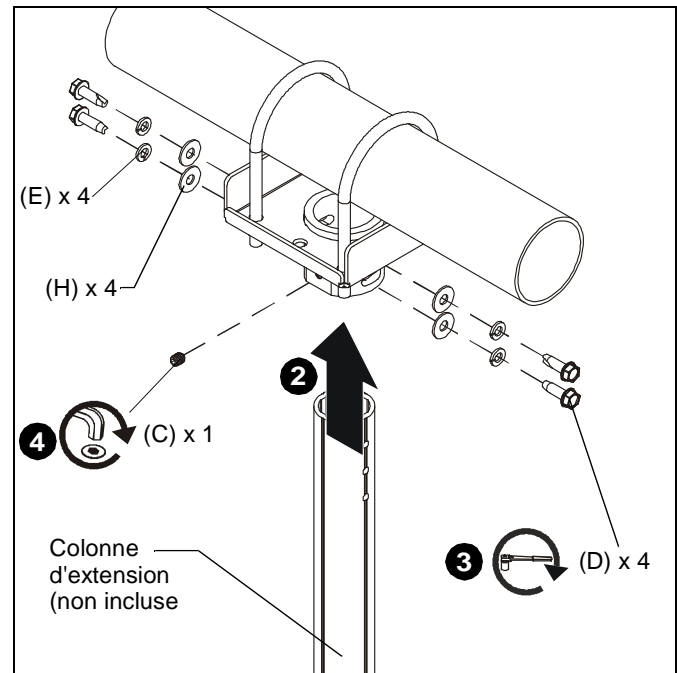

Figure 3
3. Fixez la colonne d'extension au CPA365 à l'aide de quatre vis autotaraudeuses à tête hexagonale 5/16-16 x 1" (D), quatre rondelles frein fendues 5/16" (E) et quatre rondelles plates 5/16" (H) dans les trous de la colonne d'extension. (Voir la Figure 3)
4. Installez une vis de calage de 5/16" x 1/2" (C) dans le trou fileté en serrant fermement contre la colonne. (Voir la Figure 3)